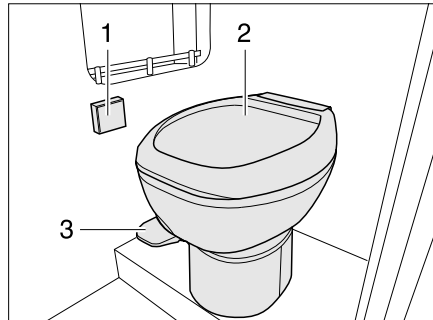
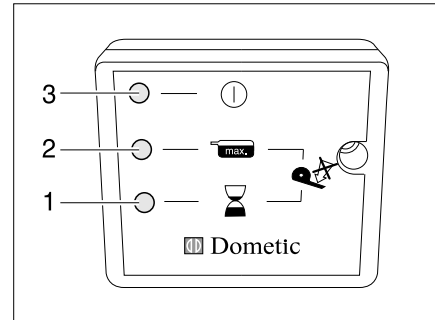

Bild 157 Vakuum-Toilette
Bild 158 Panel Vakuum-Toilette
- Die Stromversorgung einschalten. Auf dem Panel (Bild 157,1) leuchtet ca. 1 Minute lang die gelbe LED (Bild 158,1). Im System wird ein Vakuum erzeugt.
- Wenn die grüne LED (Bild 158,3) am Panel aufleuchtet, das Pedal (Bild 157,3) kurz anheben, damit etwas Wasser in die Toilettenschüssel (Bild 157,2) läuft und der Verschluss am Boden mit Wasser bedeckt ist.
- Das Pedal (Bild 157,3) für wenige Sekunden nach unten drücken.
- Das Pedal kurz anheben, damit etwas Wasser in die Toilettenschüssel (Bild 157,2) läuft und der Verschluss am Boden mit Wasser bedeckt ist.
Die rote LED (Bild 158,2) leuchtet, wenn die Kassette entleert werden muss oder entnommen wurde.